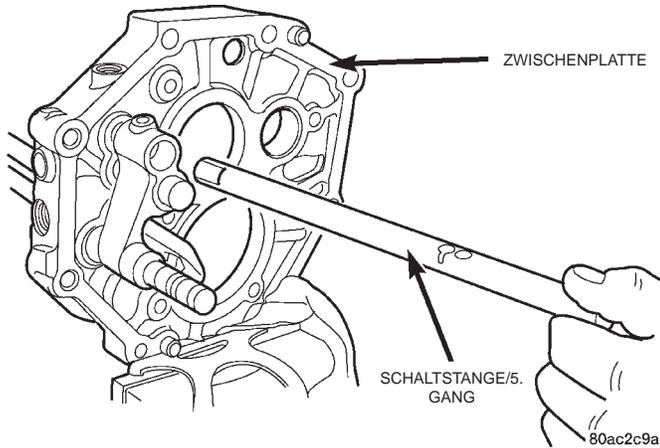

Abb. 84 Schaltstange/5. Gang einbauen
(13) Die Schaltstange für den fünften Gang einbauen (Abb. 84).